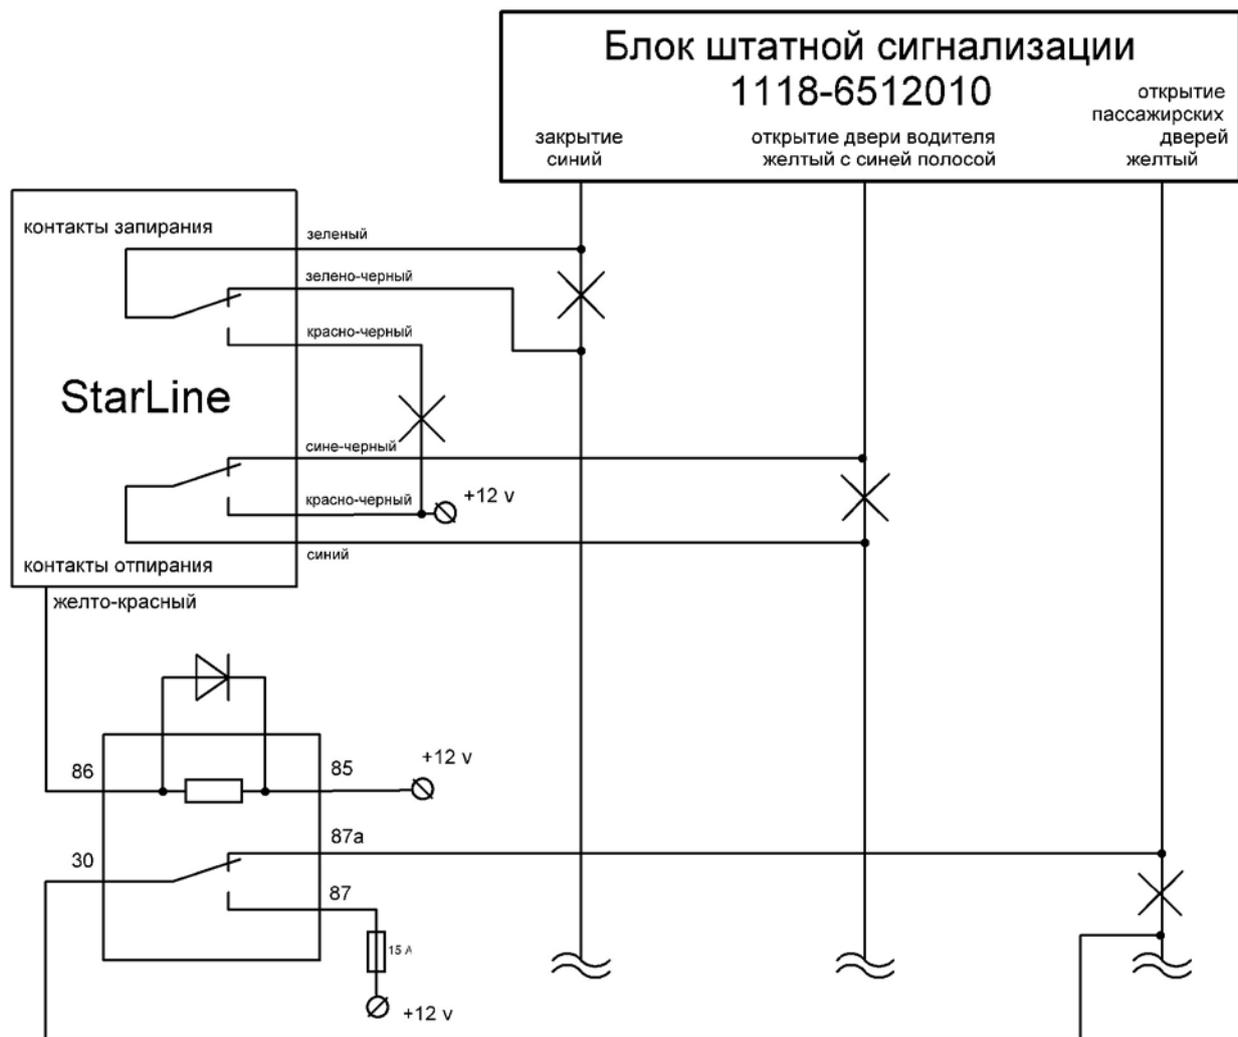

Рис.1. Схема подключения центрального замка
**7.** Подключаем провода массы, центрального замка и коцевиков дверей и багажника в жгуте штатной сигнализации (Фото 7.1 – 7.8). Схема подключения Ц.З. — рис. 1.
Жгут штатной сигнализации	Рис.1